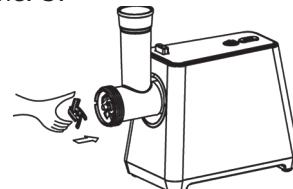

Рис.3
7.1.3 Поместите нож на шнек плоской стороной в направлении, противоположном от шнека, как указано на рис. 3.